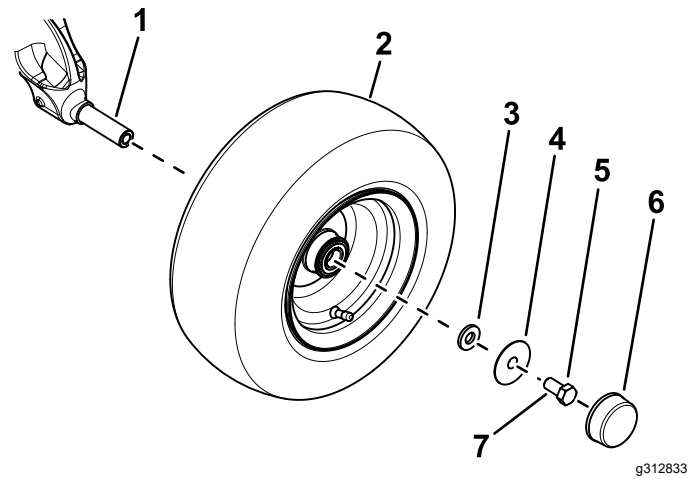

Figura 3
- B. Utilice una arandela pequeña, una arandela grande, y un perno ( $\frac{5}{8}$ " x  $1\frac{1}{4}$ ") para sujetar la rueda a la mangueta (Figura 3).
D. Instale la tapa guardapolvo en la rueda (Figura 3).